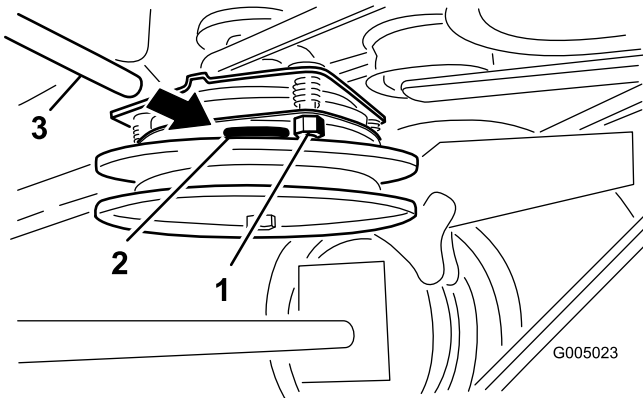

Figure 47
2. Serrez les contre-écrous jusqu'à ce la jauge d'épaisseur fléchisse légèrement mais puisse bouger facilement dans l'entrefer (**Figure 47**).